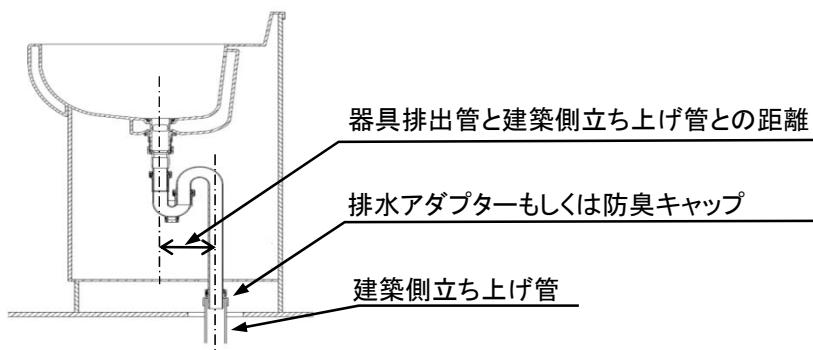

図2－器具排水管と建築側立ち上げ管との接合例
- ・対象部材を設置する際には、図2に示すように器具排出管と建築側立ち上げ管との距離が対象部材のU管と器具排水管の幅で設置できることを事前に確認する。
- ・器具排水管は図2に示す排水アダプターや防臭キャップなどを用いて建築側立ち上げ管と接合すること。